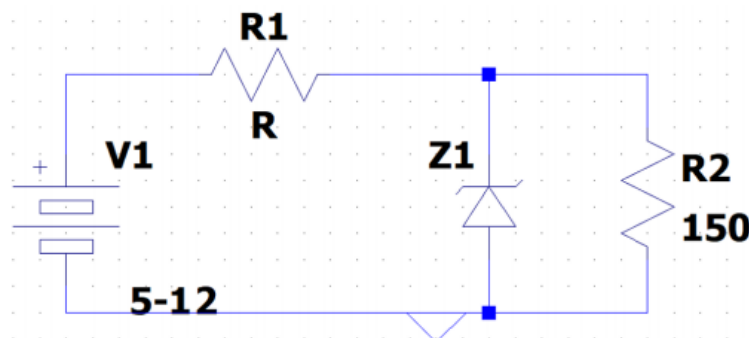

Figura 2: Circuito de fuente regulada por diodo Zener
En el circuito de la Figura 2, use el diodo 1N4733 y calcule R_1 para no exceder la potencia máxima del Zener y mantener el voltaje en la carga según fabricante, considerando V_1 entre 5V y 12V. Es importante que se incluyan cálculos de la potencia disipada por las resistencias en orden de acercarse a las posibles limitantes que se encontrarían en la ejecución en laboratorio. Además, para este ejercicio debe usar únicamente valores comerciales de resistencias y potencias de los mismos, razón por la cual debe sustentar la elección final hecha de dichos valores.
- Para el circuito de la Figura 2, realice la simulación obteniendo la **curva de regulación de línea** que evidencia el voltaje regulado de salida ($V(R_2)$) como función de la variación en el voltaje de entrada. ¿Cómo puede usted definir que está funcionando la mencionada regulación? Analice los resultados de esta curva.
- Realice el montaje del circuito de la Figura 2 según los cálculos realizados y las condiciones expuestas en simulación.